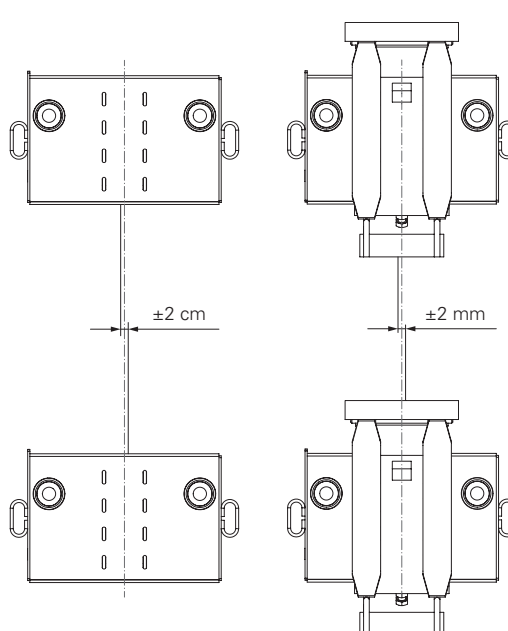

Fig. A3.30
- Dispositivo di ancoraggio: ± 2 cm (Fig. A3.30)